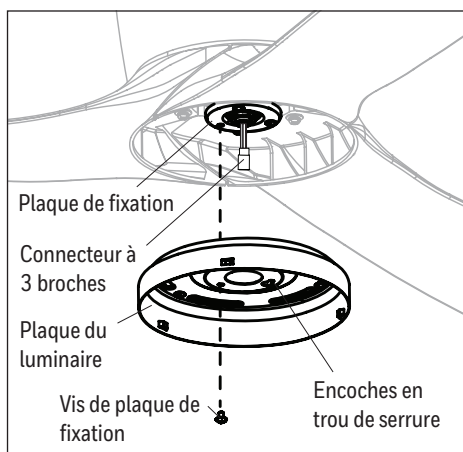

Figure 4.4
- Retirez l'une des trois vis de plaque de fixation préassemblées à la plaque de fixation et desserrez les deux autres vis sans les retirer. Faites passer le connecteur 3 broches dans le trou central de plaque du luminaire. Alignez les encoches en trou de serrure de la plaque du luminaire sur les vis desserrées de la plaque de fixation. Tournez la plaque de luminaire dans le sens des aiguilles d'une montre et remplacez la vis de plaque de fixation retirée précédemment. Serrez toutes les vis (Figure 4.4).